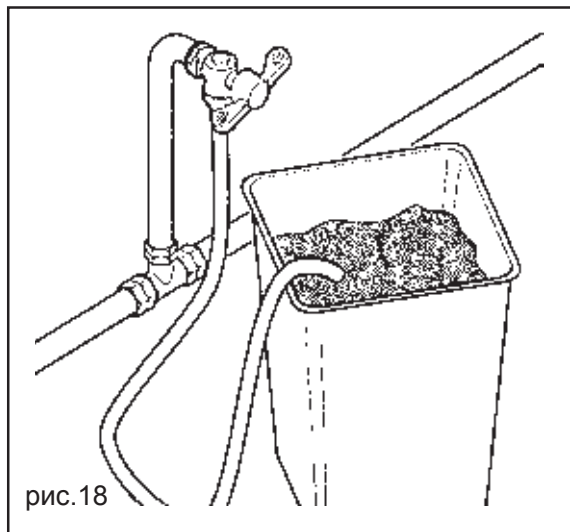

рис.18
- Слейте предварительно через отвод воду для удаления возможных примесей и грязи (рис. 18).